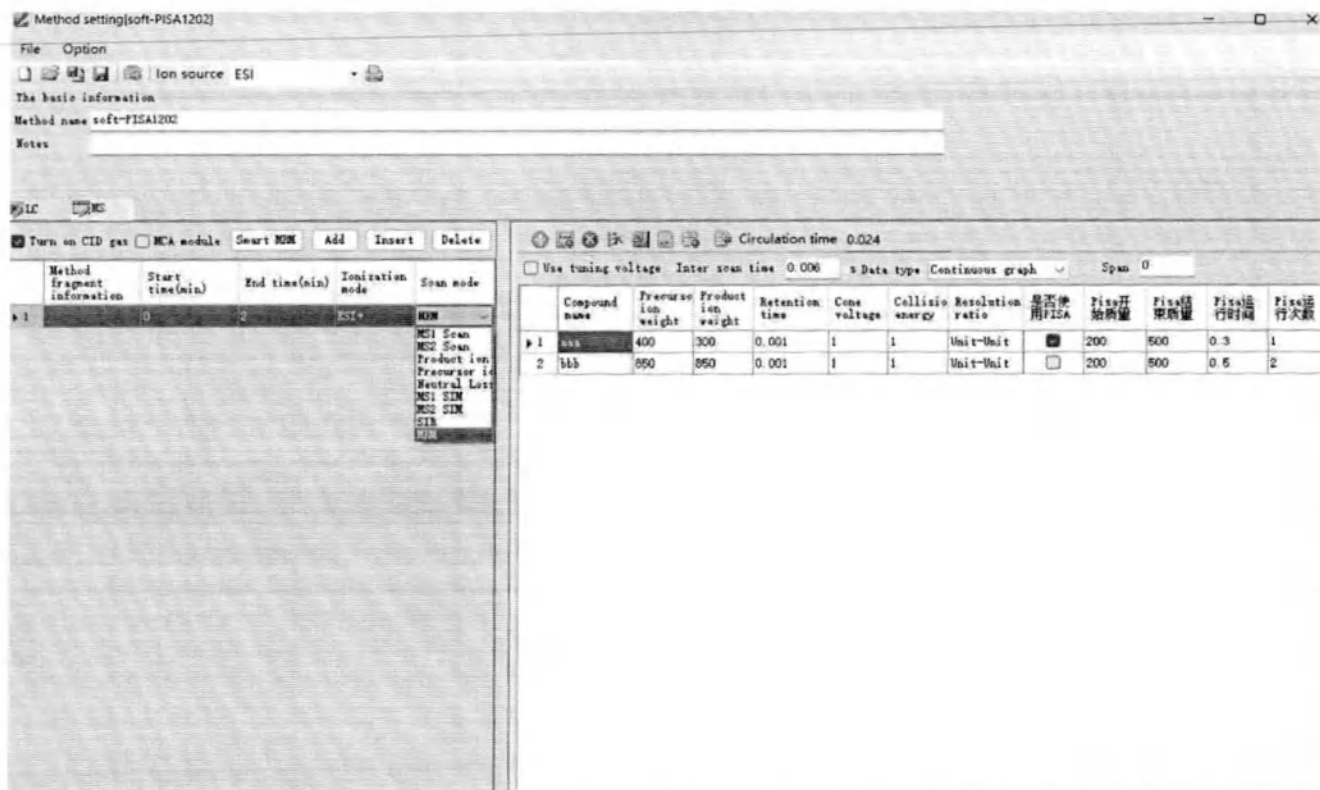

Рисунок 5.24. Интерфейс редактирования режима сканирования метода MS («МС»).
- 1) В строке меню в верхней части основного интерфейса программы в разделе «Анализ» выберите «Новый метод», войдите в интерфейс редактирования метода, нажмите , откройте страницу MS («МС»), нажмите «Добавить фрагмент», появится окно, показанное на рисунке 5.24. Масс-спектрометр поддерживает сканирование в *следующих* режимах: полное сканирование (MS1/MS2 Scan), сканирование выбранных ионов (MS1/MS2 SIM), сканирование ионов-предшественников (Precursor ion), сканирование ионов-продуктов (Product ion), сканирование нейтральных потерь (Neutral Loss), мониторинг множественных реакций (MRM) (рисунок 5.24.).